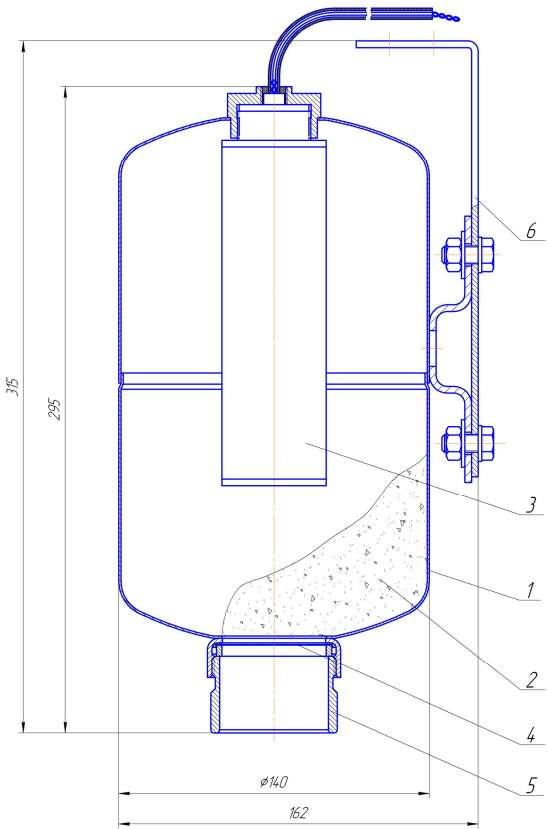

Рис. 2
3.1.1 МПП (рис. 2) состоит из корпуса 1, в котором размещаются огнетушащий порошок (ОП) 2 и газогенерирующий элемент (ГГЭ) 3 с электроактиватором. В нижней части корпуса, выходное отверстие которого перекрыто мембраной 4, находится насадок-распылитель 5. Соединительные провода электроактиватора ГГЭ 3 выведены через герметичный узел в корпусе МПП. На боковой части МПП расположен специальный кронштейн 6 для крепления к потолочному перекрытию или для крепления к стене с возможностью размещения модуля под углом в пространстве.